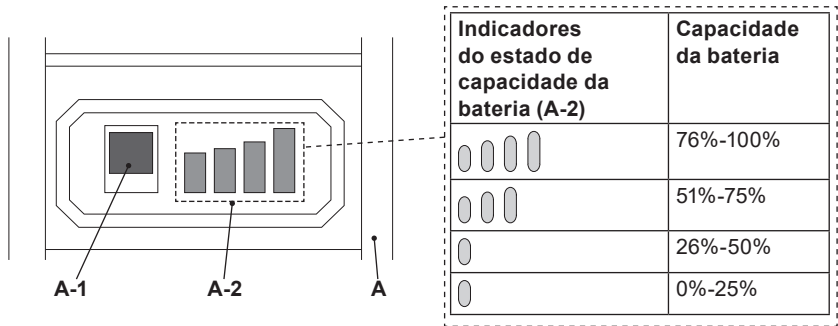

Fig. 5
A bateria (A) está equipada com indicadores da capacidade da bateria (A-2) que são utilizados para indicar a capacidade restante da bateria. Prima o botão de capacidade da bateria (A-1) para verificar a respetiva capacidade (Fig. 5). Os LED ficam acesos durante cerca de 5 segundos.